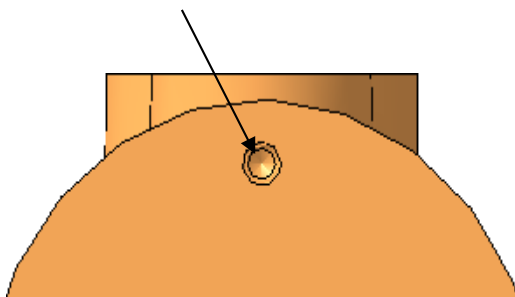

Рис. 16
- выберите способ позиционирования  **По координатам**, задайте координаты **X: 0, Y: -83** (рис. 16) и нажмите кнопку  **Создайте объект**;
- в диалоговом окне **Библиотека Стандартные Изделия** дважды щелкните в поле **Диаметр резьбы** и в окне **Выбор типоразмеров и параметров** задайте **Диаметр резьбы 3мм**, **Шаг резьбы 0,5мм**, выберите нужную строку, нажмите **ОК** и **Применить**. Будет сгенерировано резьбовое отверстие (рис. 16).